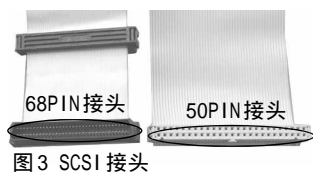

图3 SCSI 接头
■接着安装并设置新硬盘。在进行磁盘镜像操作时,服务器第二硬盘的设置和安装与普通PC机安装第二个硬盘的方法和注意事项基本相同。先将新增加的硬盘设置为从盘Slave,因服务器中原有的一个硬盘已经设置成了主盘Master,所以不必再对其进行硬件跳线的设置。设置完成后,将从盘安装在机箱的硬盘支架上,再按要求将从盘接到连接主盘的同一条电缆线上。一条电缆线上一般有两个IDE或两个以上的SCSI硬盘接头(图3),建